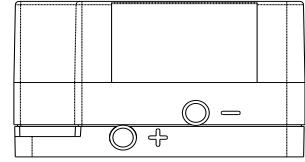

图 4
2. 软管连接。配件中提供了一条长 2m，内径 6.0mm 的塑料软管，可视现场情况裁剪使用。建议用尽可能短的软管，连接上述连接附件和开关体上的压力接口。高压端接到“+”口，位于开关体的底部。低压端接到“-”口，位于开关体的中部，如图 4。